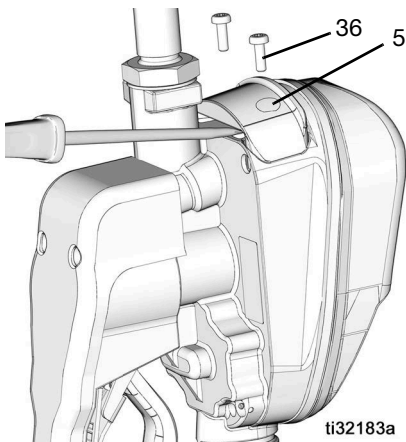

FIG. 47
1. Lossa skruvarna (36) från batterifackets lucka (5).
2. Använd en liten, platt skruvmejsel för att försiktigt bända loss luckan från doseringsventilens hölje på undersidan av luckan, nära förlängningsfästet. Se FIG. 47.